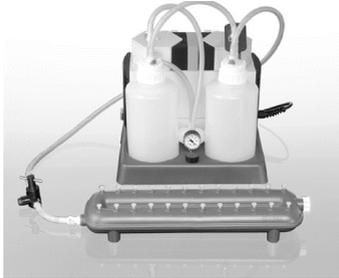

Abbildung 2. QIAvac 24 Plus, QIAvac Connecting System und Vakuumpumpe
Kreuzkontaminationen zwischen den Proben. VacConnectors werden nach dem einmaligen Gebrauch entsorgt. Aufgrund der eingesetzten großen Lösungsvolumina wird das QIAvac Connecting System (oder ein vergleichbares System mit Abfallflaschen) benötigt (siehe Abbildung 2).
- Der Vakuumdruck ist der Differenzdruck zwischen dem Inneren des Vakuumverteilers und der Atmosphäre (Standard-Atmosphärendruck: 1013 Millibar oder 760 mm Hg). Er kann mit dem QIAvac Connecting System gemessen werden (siehe Abbildung 2). Für die Protokolle ist eine Vakuumpumpe erforderlich, die ein Vakuum von -800 bis -900 mbar erzeugen kann (z. B. QIAGEN Vacuum Pump). Ein höherer Vakuumdruck ist zu vermeiden. Die Verwendung eines Vakuumdrucks unterhalb der Empfehlung kann zu einer Verringerung von Ausbeute und Reinheit der Nukleinsäuren führen und das Risiko einer Verstopfung der Membran erhöhen.